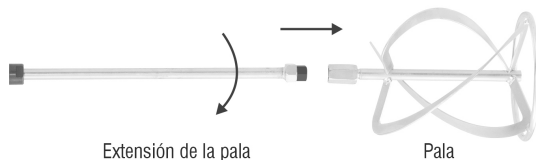

Fig. 2 - Montaje de la extensión en la pala
1. *Enrosque la extensión en la pala, de acuerdo a la Fig. 2;*